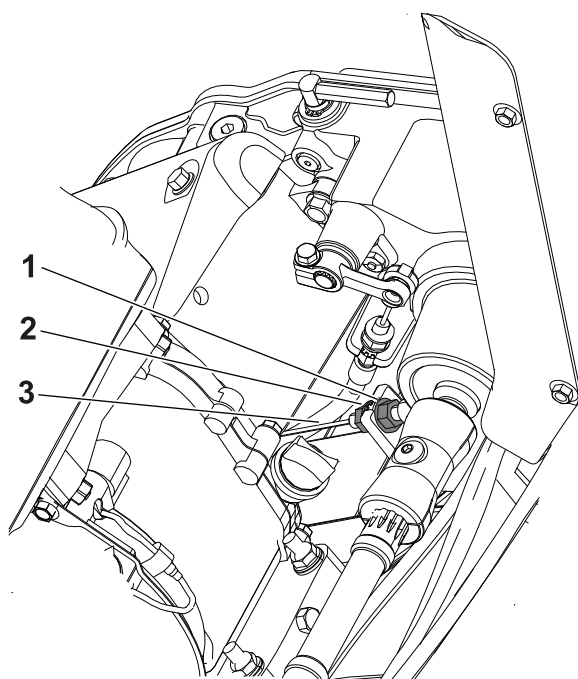

Figura 38
2. Slăbii contrapiulia din spate i strângei contrapiulia din față (Figura 38).